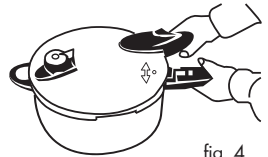

fig. 4
1. Rikta in symbolen "●" på locket (del 7) mot symbolen "▲" på kärlets handtag (del 13) (fig. 4).